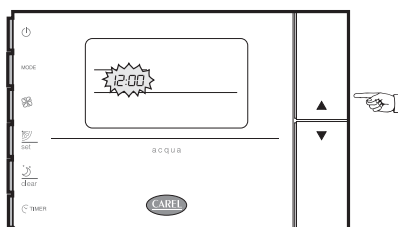

Fig. 2.12
- Impostare l'ora utilizzando i tasti UP e DOWN (l'orario lampeggia, Fig. 2.12);
- Set the time using the UP and DOWN buttons (the time flashes, Fig. 2.12);